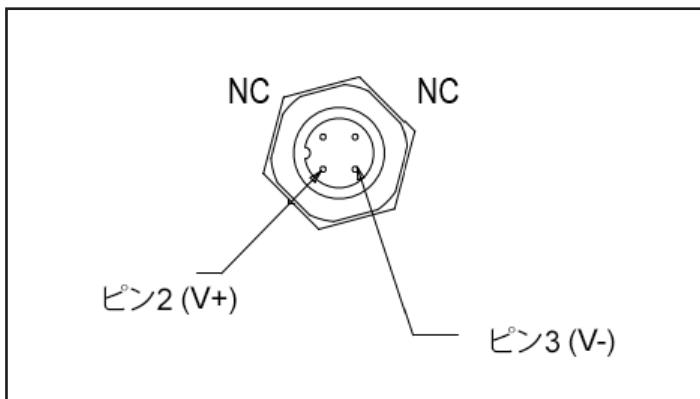

図1-7 M12電源コネクタデバイス側面図
- Ethernet/IP™通信用の「1」および「2」のラベルが付いた入出力M12ネジ付きメスコネクタ(図1-7)。
- デバイスの入口側のアクセスネジの下、M12電源接続のすぐ上にあるRS485診断ポート用の2.5mmメスジャック(図1-7に記載の通り)。
- 「PWR」のラベルが付いた電源用4ピンM12ネジ付きオス(Euro Lock)コネクタ(図1-7)。